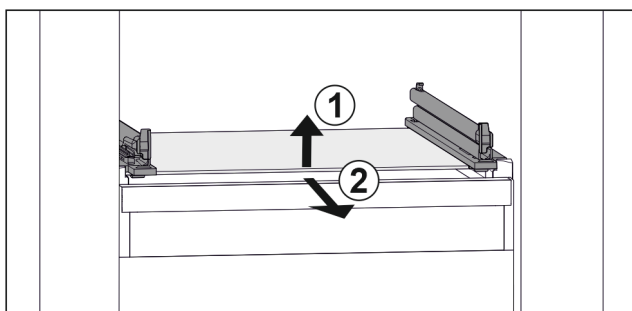

Fig. 106 Eksempel på fremstilling av glassplaten
- Løft opp glassplaten foran. Fig. 106 (1)
- Ta ut glassplaten fremover. Fig. 106 (2)